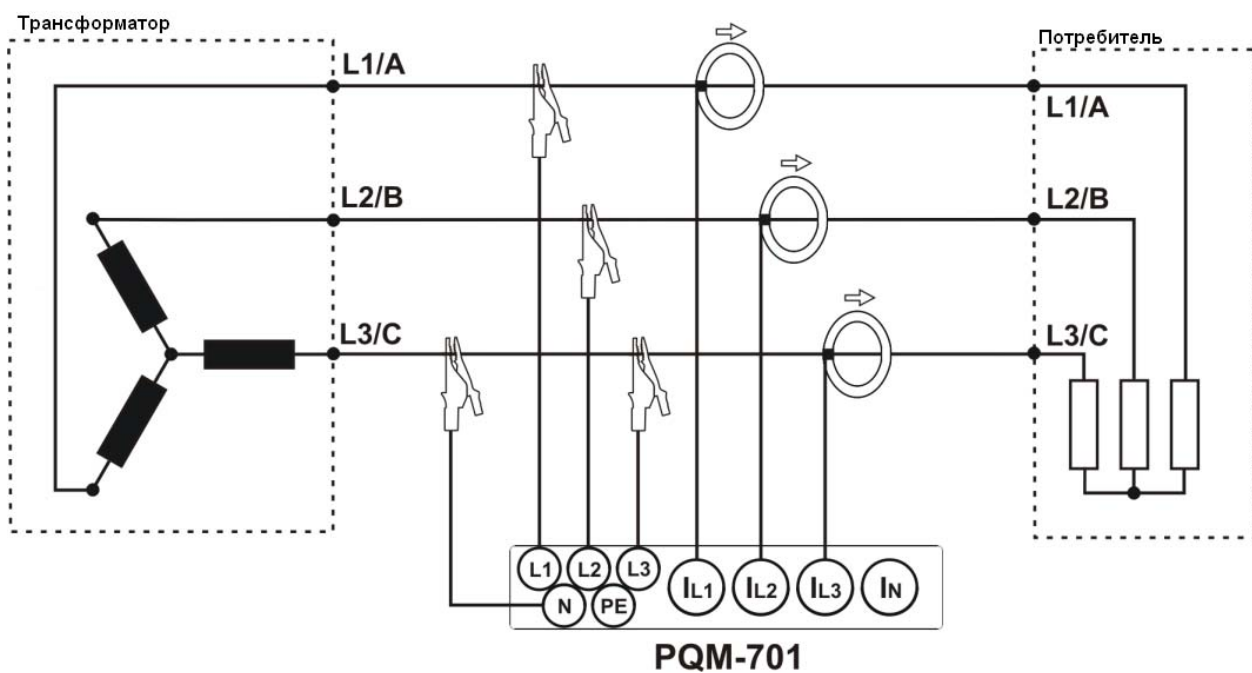
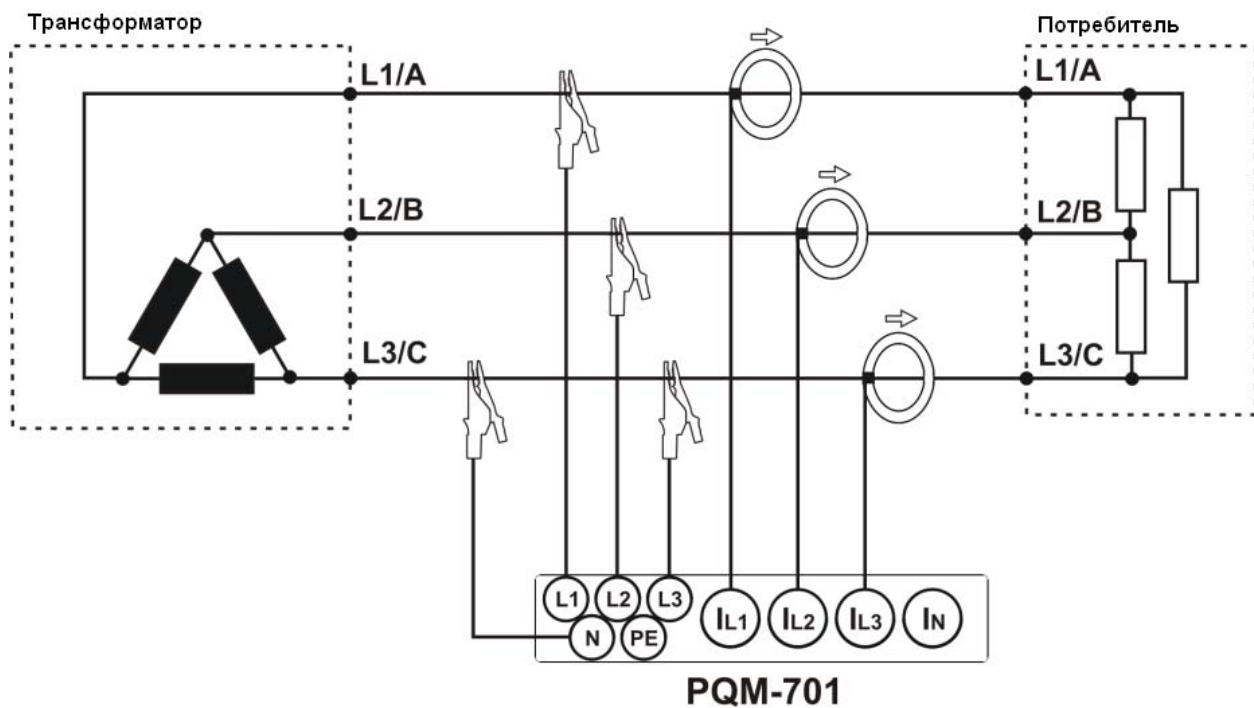
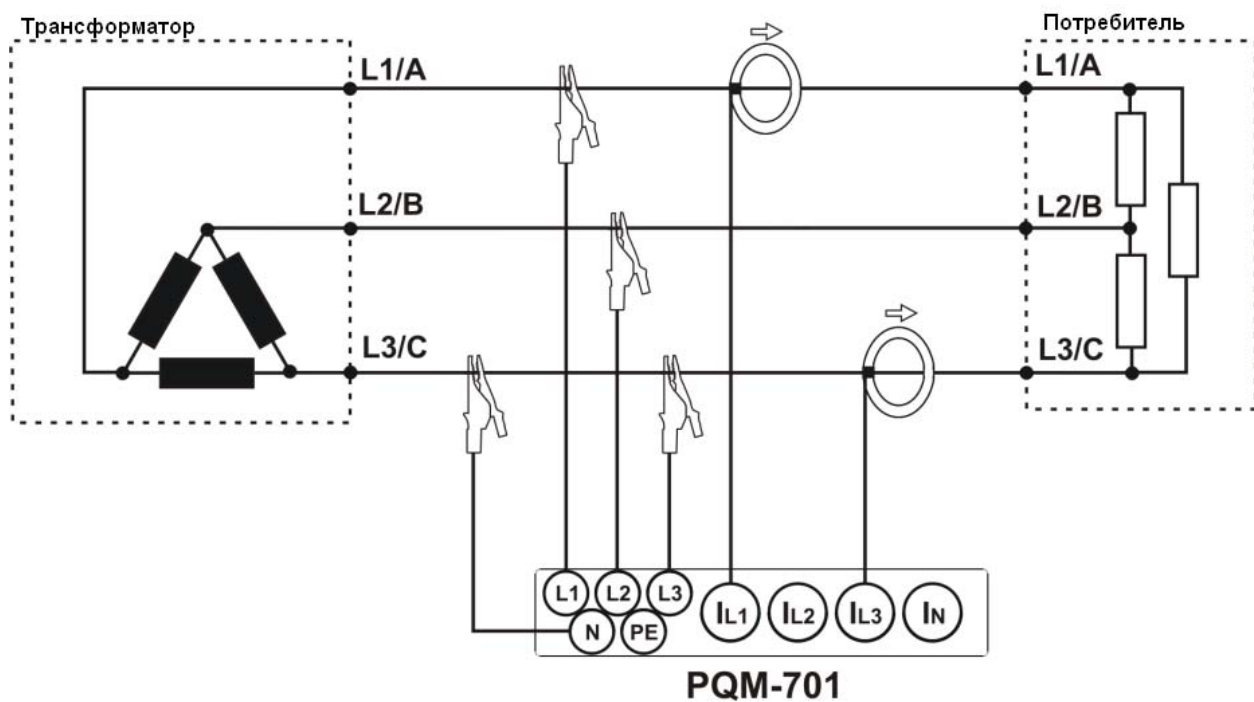
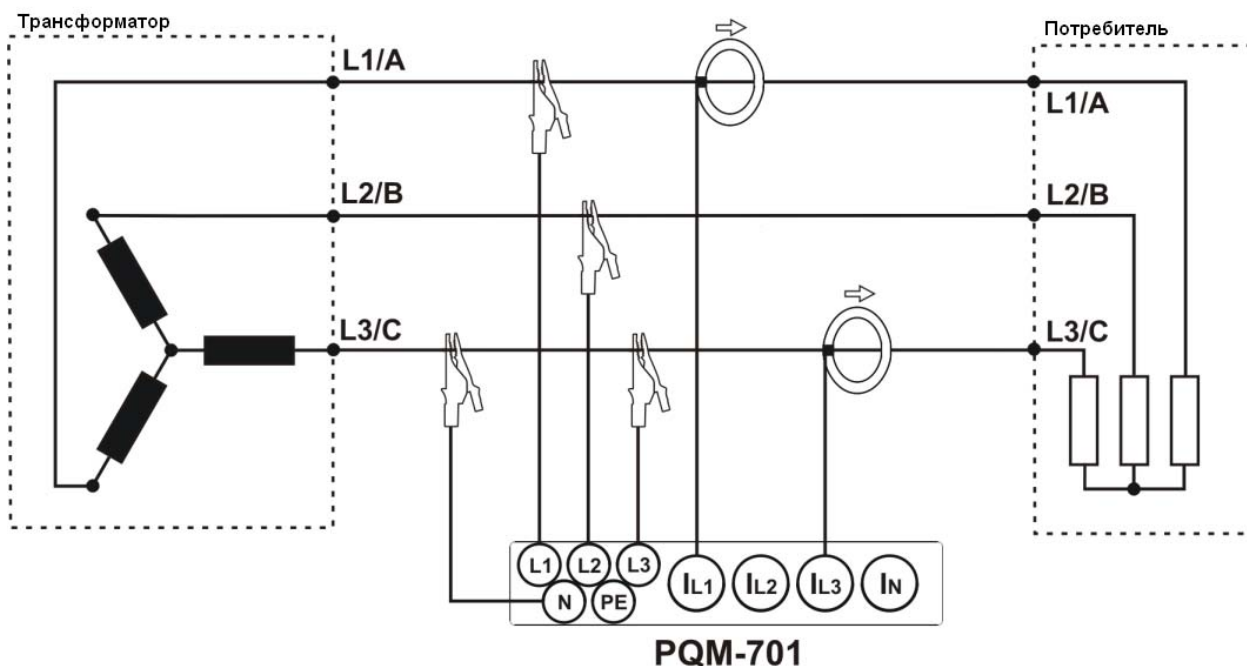

Рис. 5. Схема подключения – Трехфазная трехпроводная ("звезда") (изолированная нейтраль).
Рис. 6. Схема подключения – Трехфазная трехпроводная ("треугольник").
Рис. 7. Схема подключения – Трехфазная трехпроводная ("треугольник" Арона)
Рис. 8. Схема подключения – Трехфазная трехпроводная ("звезда" Арона)
- Трёхфазная трехпроводная ("звезда") (изолированная нейтраль) (Рис. 5),
- Трёхфазная трехпроводная ("треугольник") (Рис. 6).
Эту методику можно использовать в случае системы типа треугольник (Рис. 7) и звезда без нейтрального проводника (Рис. 8).
Поскольку входы измерения напряжения отнесены к входу N, в системах, где отсутствует нейтральный проводник входы N и L3 анализатора соединены между собой. Это показано на Рис. 5, Рис. 6, Рис. 7 и Рис. 8 (трехпроводные системы типа звезда и треугольник).